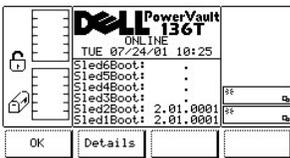

図 124. About > Details ダイアログ (第 3 画面)
- 1 Details ソフトキーの下にあるボタンを押すと、続きのダイアログが表示されます。図 124を参照してください。